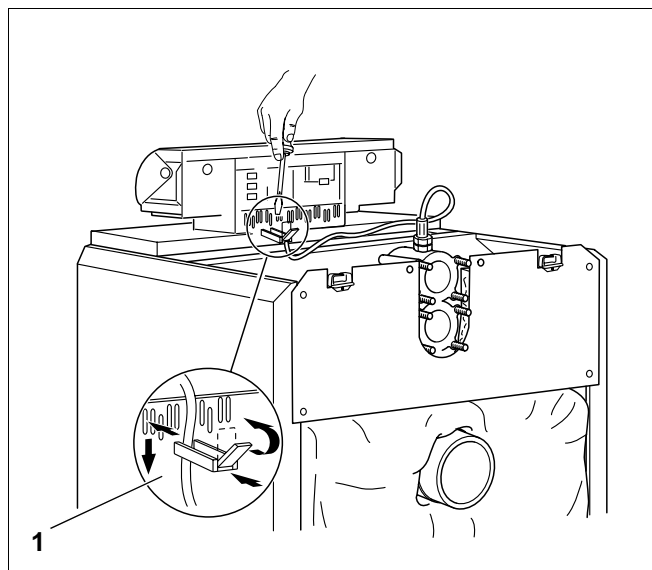

Fig. 47 Fastgørelse af elledningerne
- Sæt kabelspændebåndene med isat ledning i spændebåndsrammen, og fikser dem ved at vippe fligen over (Fig. 47, **pos. 1**).